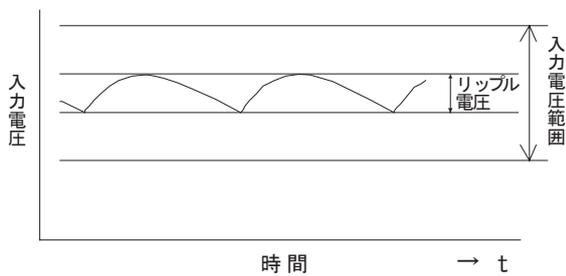

図3.1 入力電圧のリップル
- 入力電圧に含まれるリップル電圧（図3.1）は、40Vp-p以下でご使用ください。この値が大きいと出力リップル電圧が大きくなる場合があります。